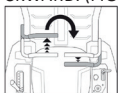

FIG.18A
2. TO ROTATE CLOCKWISE, MOVE THE LEFT DRIVE CONTROL LEVER FORWARD WHILE SIMULTANEOUSLY MOVING THE RIGHT DRIVE CONTROL LEVER BACKWARD. (FIG.18A)